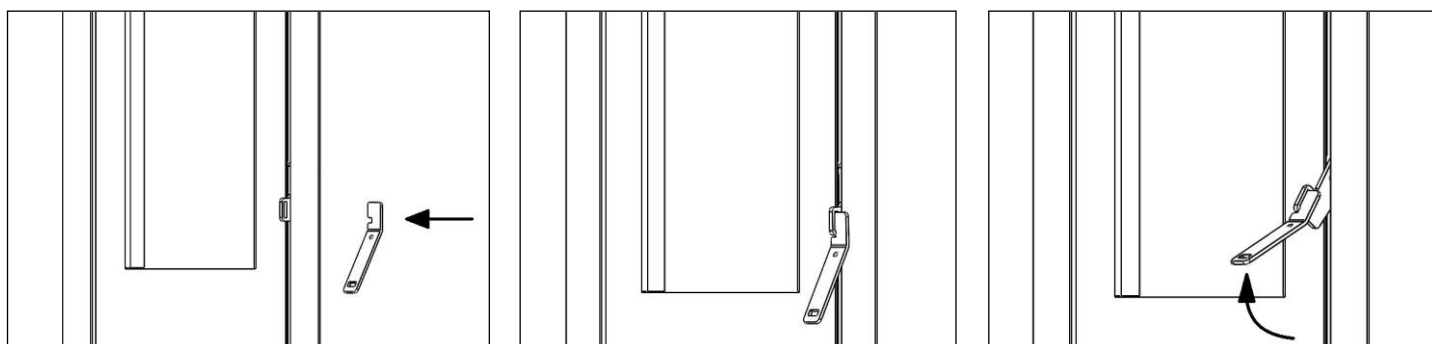

Fig. 10.1
1. Abra la puerta de la estufa con el tirador suministrado en la bolsa de accesorios. Para ello es necesario insertar el tirador en los orificios indicados en la imagen, empujar hacia arriba y tirar hacia afuera para abrir la puerta (ver **Fig. 10.1**).